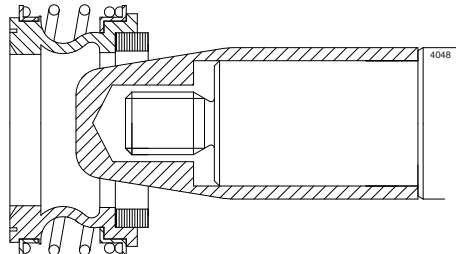

Рисунок 24. Специальная монтажная втулка
- *Специальные инструменты: уплотнение группы M1 легко устанавливается при помощи специальной установочной конической втулки. Установочная втулка закрывает острые кромки на валу, что снижает риск повреждения уплотнения в процессе сорки. См. рисунок 24.*